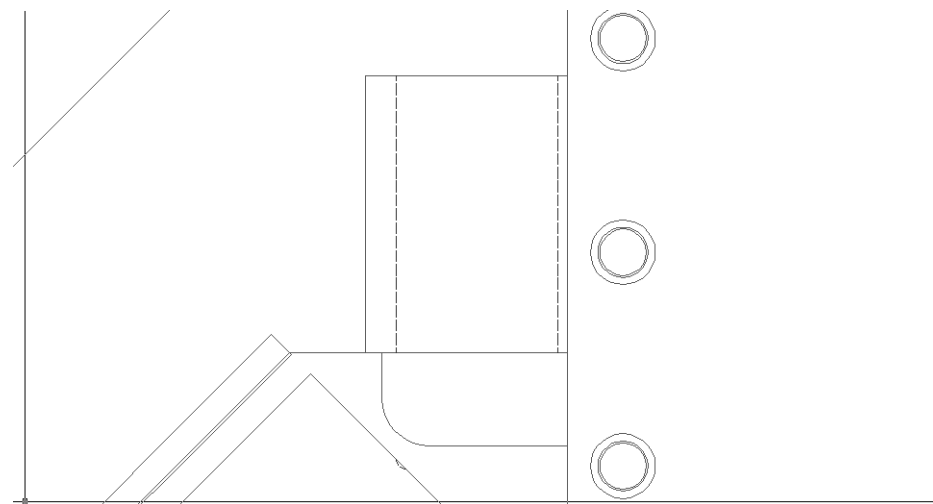

Рис. 6.26 ◀ На слое **СБлок II** должны остаться две вертикальные линии и левая дуга
- Обрежьте все линии контура системного блока, оставив на чертеже лишь те фрагменты, которые представляют границы контура, находящиеся под крышкой тумбы системного блока и клавиатурой (рис. 6.26). Часть объектов можно просто удалить, а часть нужно обрезать, используя две горизонтальные линии контура крышки системного блока в качестве секущих.